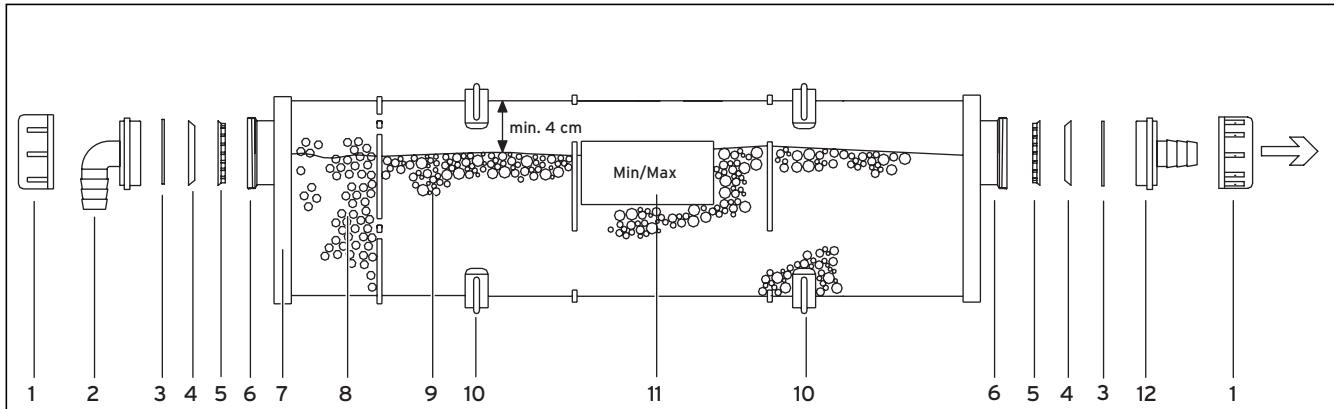

Fig. 3.1 Construction du dispositif de neutralisation du mazout
- Montez le dispositif de neutralisation du mazout conformément aux indications fournies sur la fig. 3.1.
- Remplissez le premier filtre à charbon actif (8) de charbon actif contenu dans l'emballage joint.